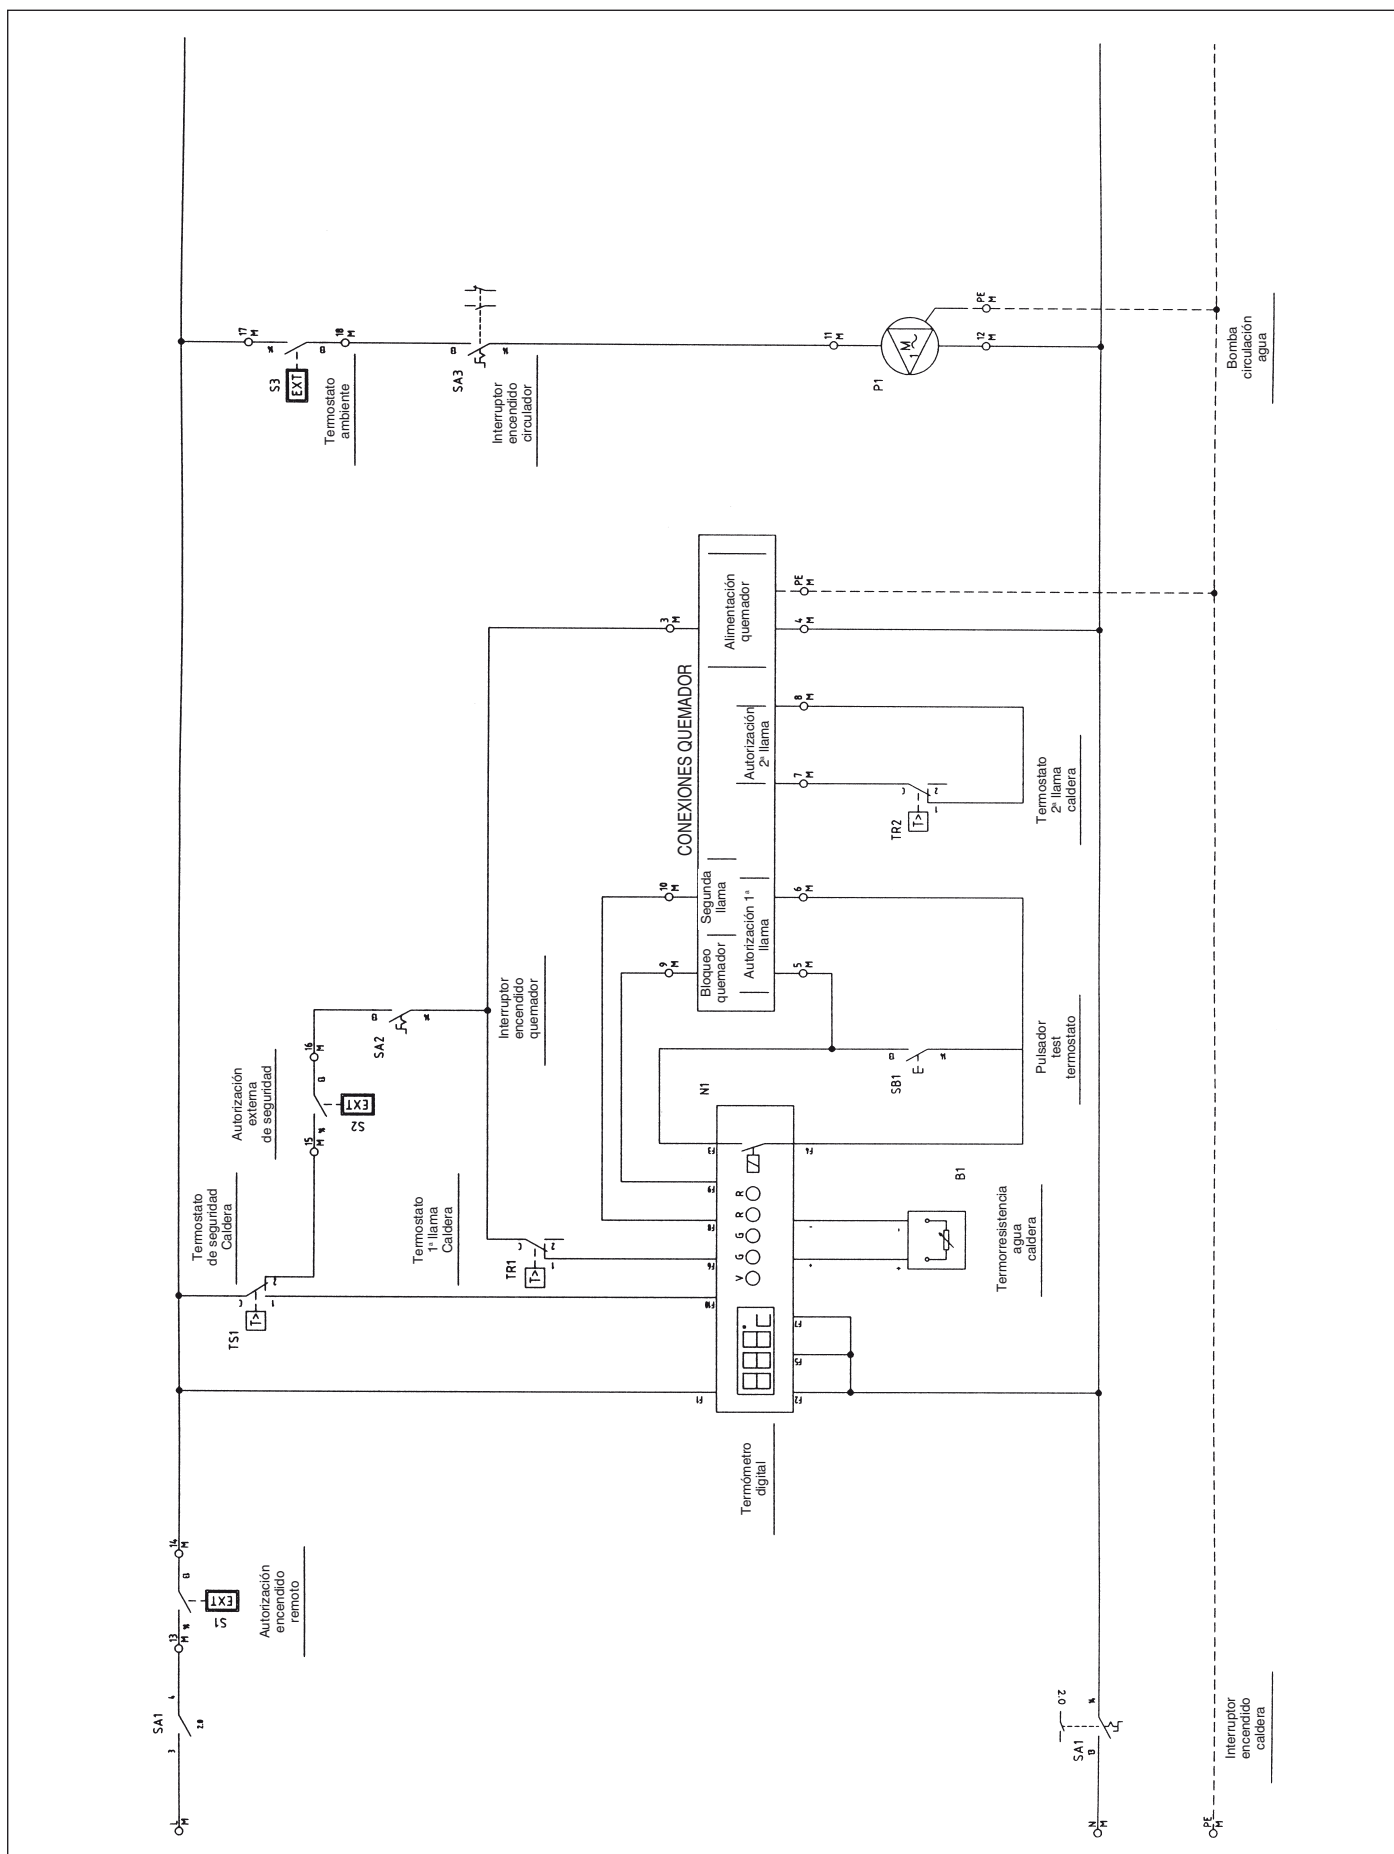

Fig. 17
9.4 Limpieza de la caldera (Fig. 17)